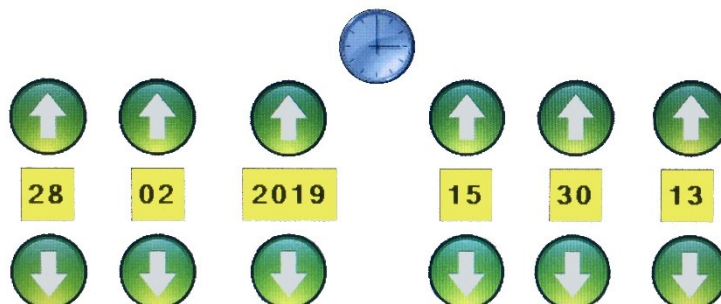

Bild 33
- Um Datum und Uhrzeit einzustellen, auf  drücken und Datum und Uhrzeit auswählen (Bild 33).